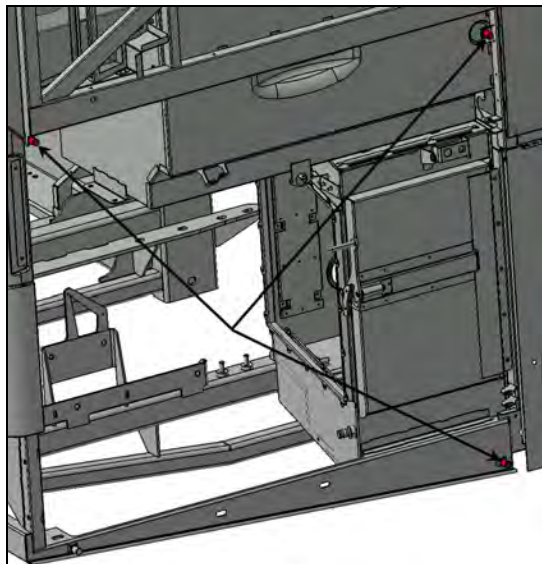
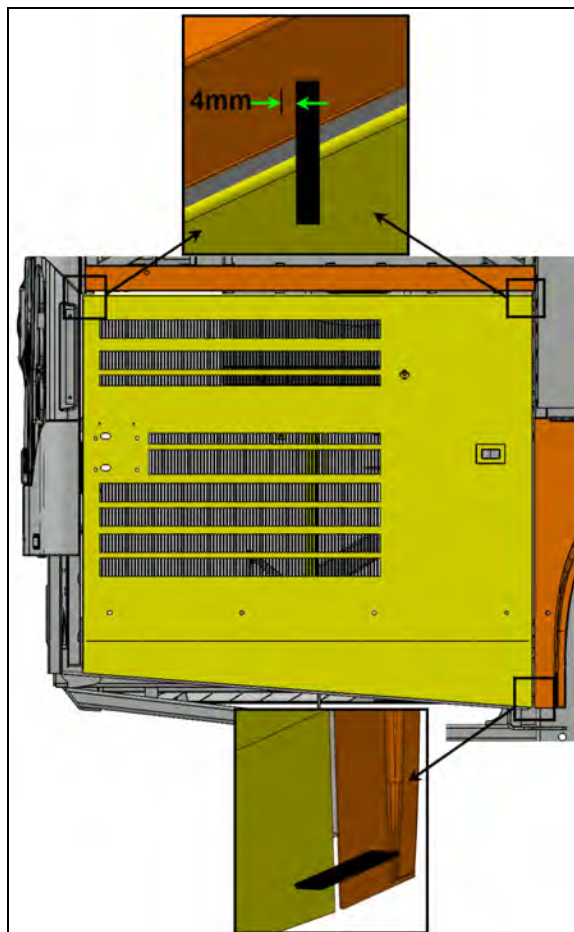

FIGURE 131:
FIGURE 132:
18. Visser ou dévisser les butées supérieures afin que la partie supérieure de la porte excède le panneau supérieur de $5/32''$ à $3/16''$ (4mm à 5mm) (Voir Figure 131: et Figure 132:).